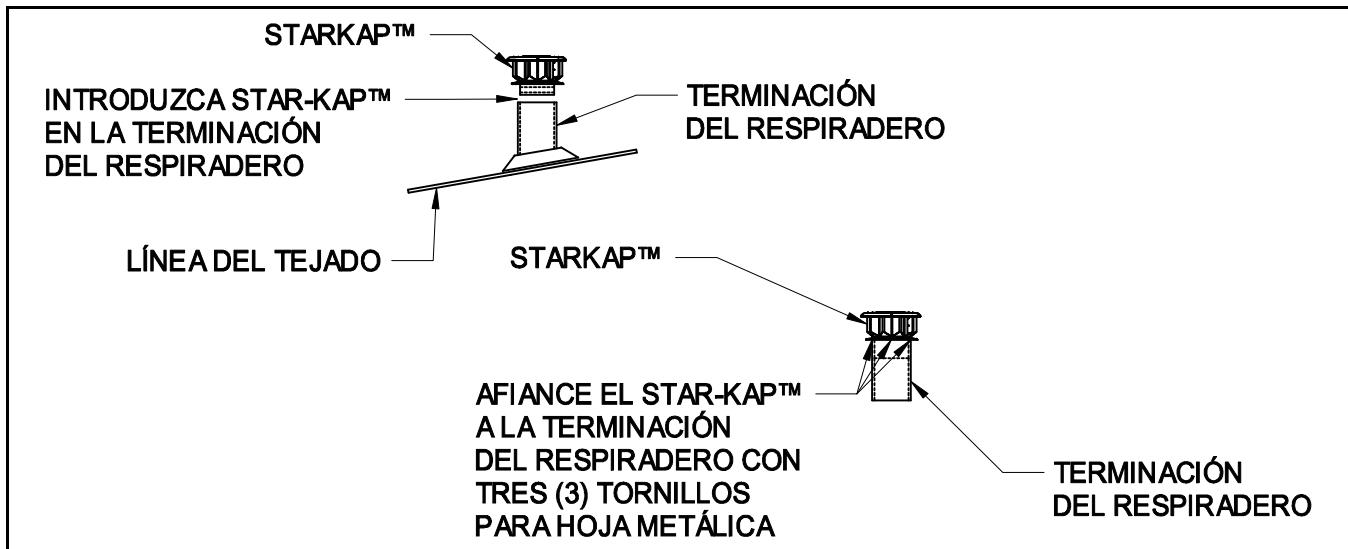

Figura 3
2. Introduzca el Starkap™ en el interior del tubo de terminación del respiradero, asegurándose de que el Starkap™ esté bien sellado contra el collarín. Afiance el Starkap™ al tubo de terminación del respiradero usando tres (3) tornillos para hoja metálica. La ubicación de los tornillos debe ser aproximadamente a $\frac{1}{2}$ pulgada del extremo del tubo de terminación del respiradero. (Ver Figura 3) Las cabezas de los tornillos deben estar cubiertas con un compuesto sellador de silicona para altas temperaturas o un equivalente.